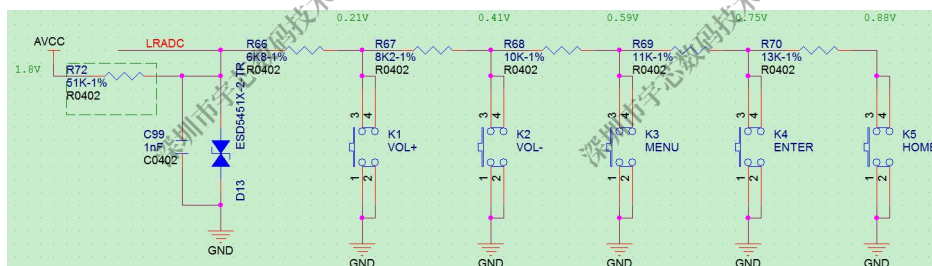

图 2-50 按键电路设计
- LRADC 按键键数选择，根据产品需要进行增加或者删减，LRADC 的电压采集范围为 0~1.266V，设计上请保证每个键值之间的电压间隔大于 0.2V 以上。分压电阻必须采用精度为 1% 的高精度电阻。如图 2-50。